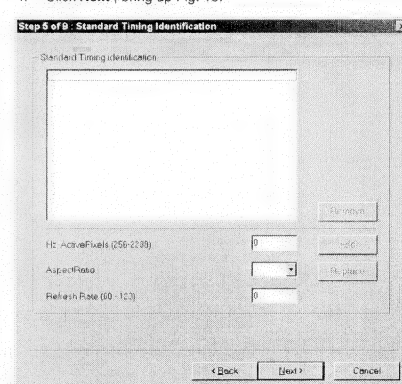

Fig. 18
4. Click **Next**, bring up Fig. 18.